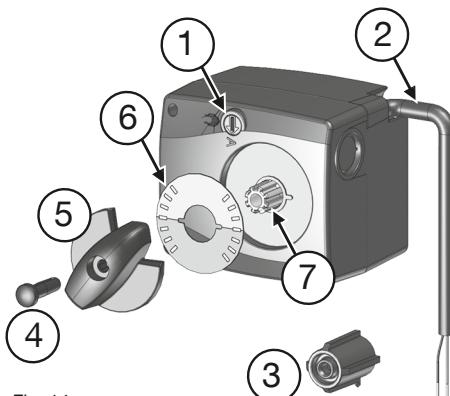
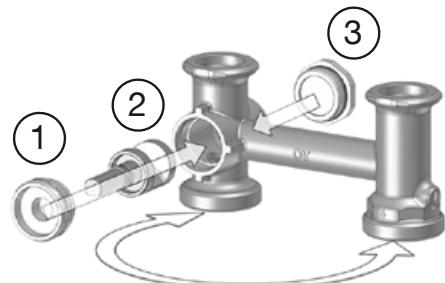

Fig. 14
Fig. 21
- Rimuovere il comando rotativo (5) e la vite (4) dall'albero cavo (7).
- Ruotare il disco con indicatore (6) di 180° così che la zona rossa punti verso l'alto (fig. 14)
- Rimontare il comando rotativo (5) e la vite (4) sull'albero cavo (7).
- Montare l'**adattatore (3)** in dotazione con l'attuatore (vedi fig.14) sul mandrino della valvola miscelatrice. **Si prega di assicurarsi che il "dente" a punta sia rivolto verso il basso** (fig. 21).